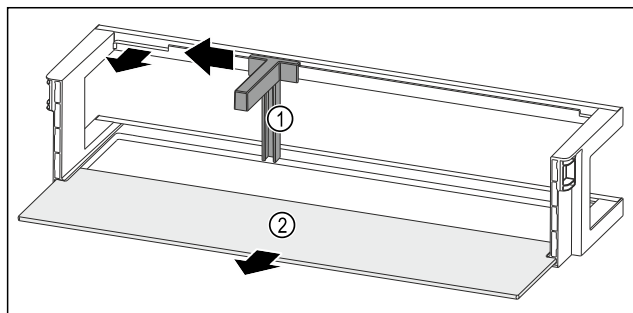

Fig. 118 Odkladací priestor vo dverách s držiakom fliaš a odkladacou plochou
- Potlačte držiak fliaš Fig. 118 (1) až k vybraniu do strany.
- Odoberte držiak fliaš Fig. 118 (1).
- Odoberte odkladaciu plochu Fig. 118 (2).